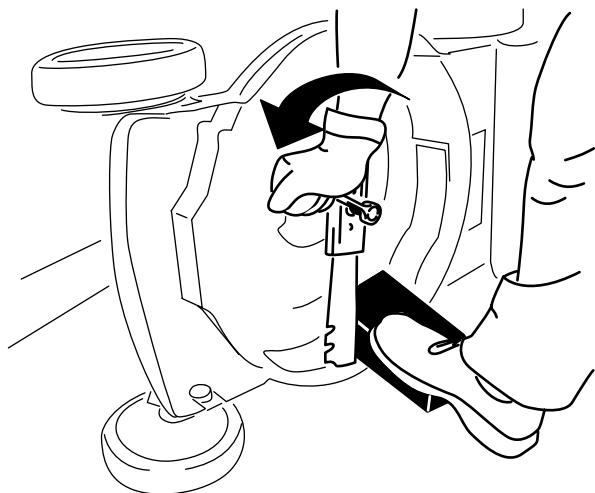

Figura 34
3. Usate un blocco di legno per tenere ferma la lama (Figura 34).
4. Togliete la lama e conservate la bulloneria di montaggio (Figura 34).